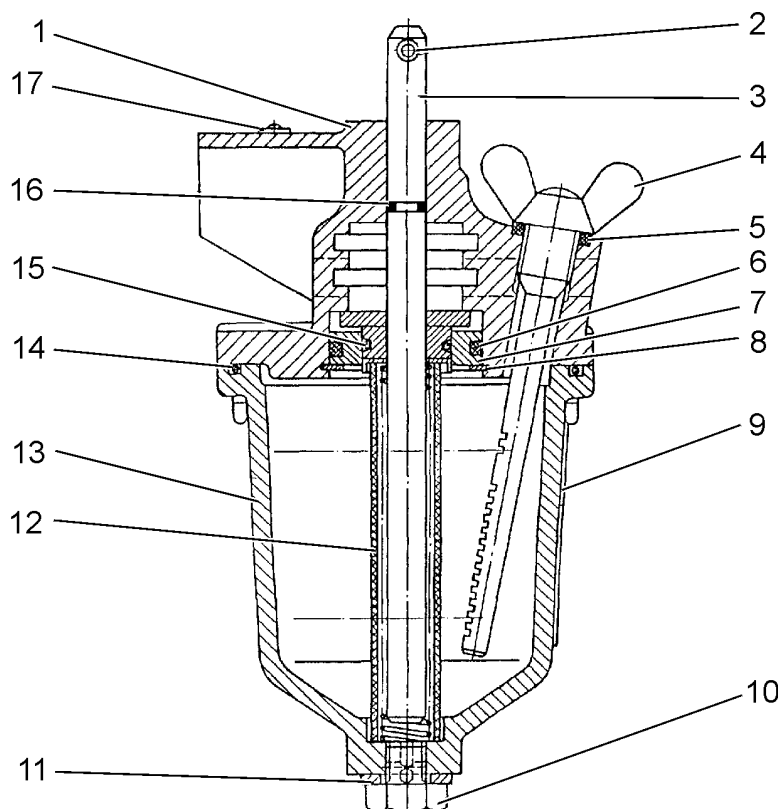

Рис. 4.5. Размораживатель (влагопоглотитель)
Принцип действия размораживателя заключается в введении в пневмосистему частиц спирта, которые, поглощая пары воды в сжатом воздухе пневмосистемы, предотвращают образование ледяных пробок в системе. Размораживатель работает в двух режимах: «зима» и «лето». В положении рычажка (3, Рис. 4.5.) «зима» (верхнее положение рычажка (3) – он повернут на 90 [°]) воздух, проходящий через бачок (13) размораживателя, насыщается парами спирта, предотвращая образование ледяных пробок в пневмосистеме. При установке рычажка (3) в положение «лето» (нижнее положение рычажка (3) – рычажок вдавлен и повернут на 90 [°]), размораживатель выключается из работы. В этом случае воздух свободно проходит через размораживатель, минуя его бачок (13) и не насыщается парами спирта.